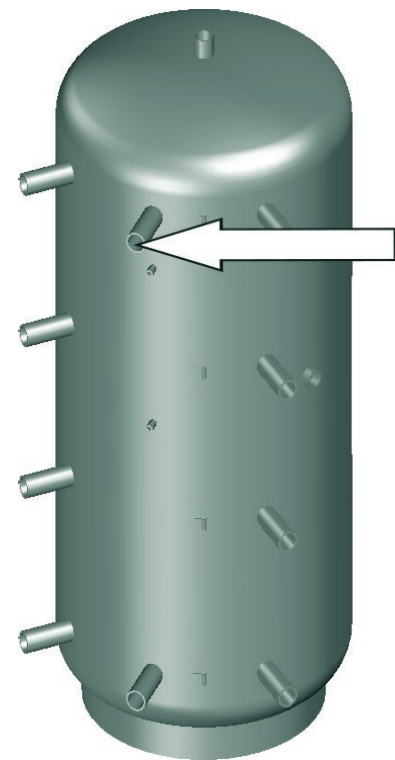
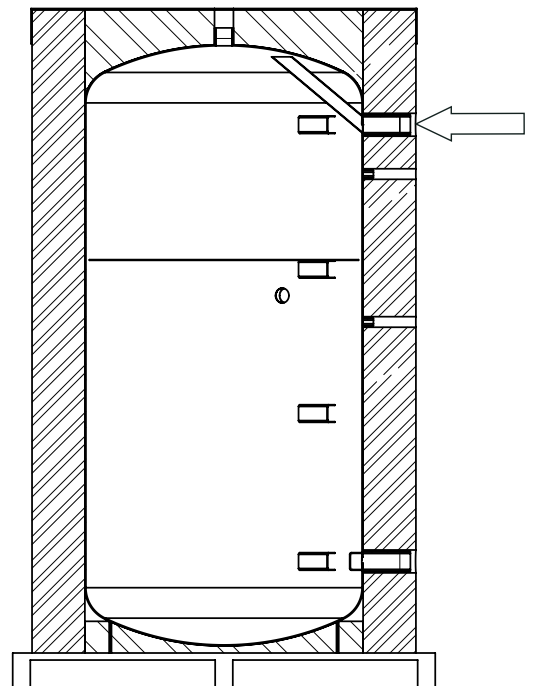

Abb. 17: Pufferspeicher Anschluss Vorlauf Speicherkreis
Abb. 18: Pufferspeicher Innerer Aufbau
- Schließen Sie beim Betrieb der Frischwasser-Station mit Oventrop Pufferspeichern der Reihe „Hydrocor HP“ die Zuleitung „Speicherkreis Vorlauf“ an den in den in Abb. 17 und Abb. 18 mit einem Pfeil markierten Anschluss-Stutzen an.